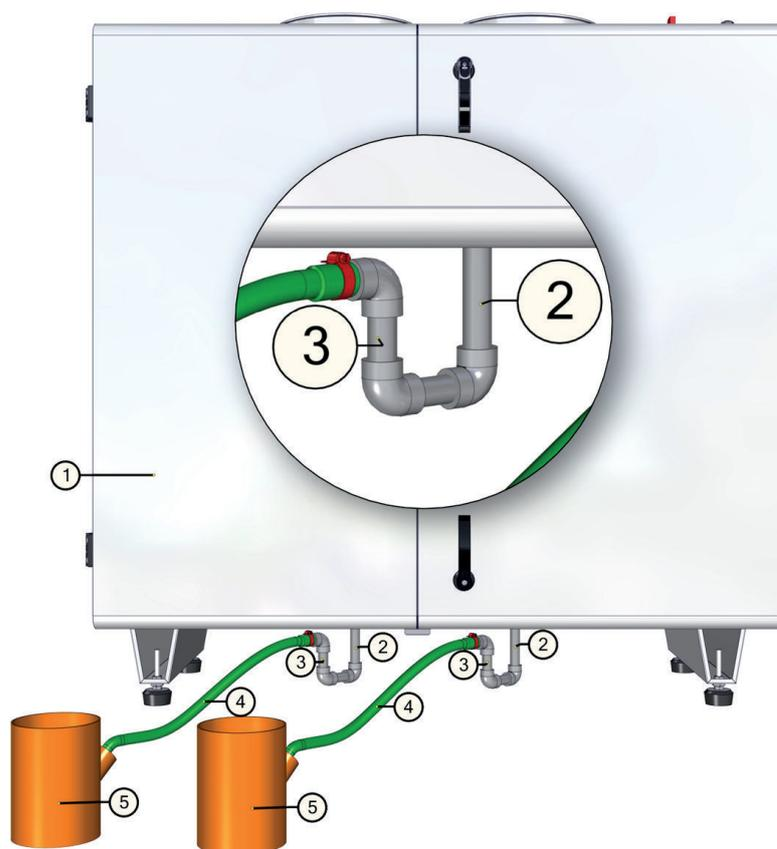

Рис. 9.1. Отвод конденсата от вентиустановки.
После монтажа дренажной системы проверьте ее работу, залей в поддон отвода конденсата 0,5 литра воды (сифон (3) должен быть постоянно заполнен водой). Если вода не вытекает из поддона, устраните данную неисправность. Система отвода конденсата должна эксплуатироваться в помещениях с температурой воздуха выше 0 °С, в противном случае необходимо покрыть тепловой изоляцией всю систему отвода конденсата от вентиустановки до канализационной трубы и проложить нагревательный элемент (в виде кабеля) под изоляцией. Схема отвода конденсата от вентиустановки показана на Рис. 9.1.